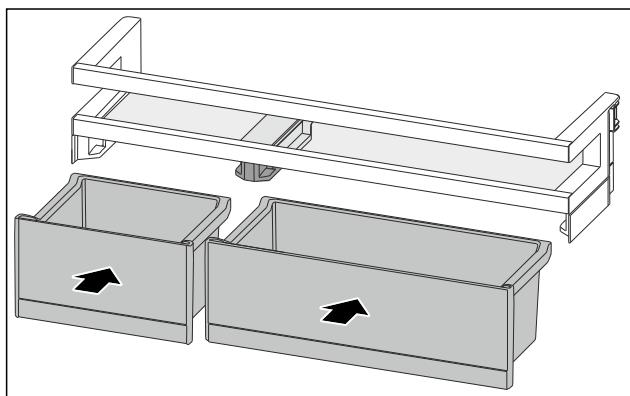

Fig. 95
- Sett inn VarioBoxer i endret anordning. (se Fig. 95)